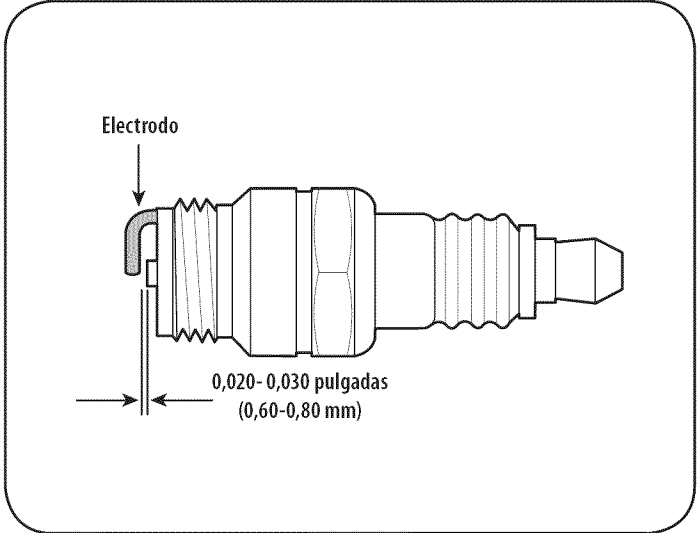

Figura 17
3. Mida la separación de bujía con un calibrador. Corrija de ser necesario torciendo el electrodo lateral. Vea la Figura 17. La separación debe establecerse entre 0,020 y 0,030 pulgadas (0,60-0,80 mm).